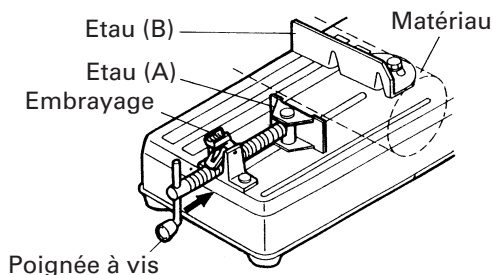
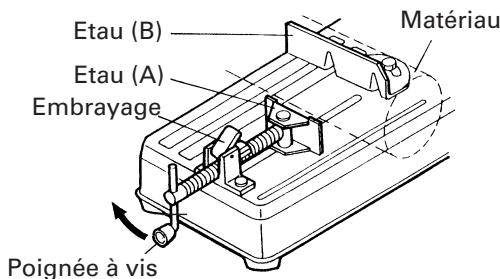

Fig. 4
Fig. 5
1. Procédure de fixation du matériau à couper (Fig. 4 et 5)
Placer le matériau entre l'étau (A) et l'étau (B), relever l'embrayage et appuyer sur la poignée à vis pour amener l'étau (A) légèrement en contact avec le matériau, comme indiqué à la Fig. 4. Puis, abaisser l'embrayage et fixer solidement le matériau en tournant la poignée à vis. Lorsque la coupe est terminée, tourner la poignée à vis 2 ou 3 fois de suite pour desserrer l'étau, et retirer le matériau, comme indiqué à la Fig. 5.